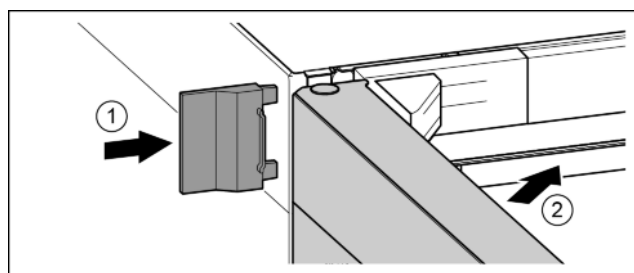

Fig. 25
- Vnější kryt nasuňte. Fig. 25 (1)
- Zavřete horní dveře. Fig. 25 (2)